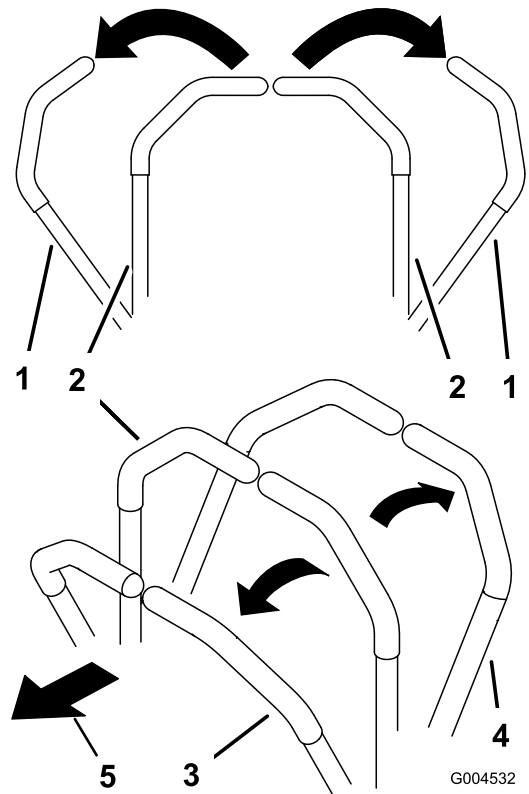

Figura 22
- Para ir hacia adelante en línea recta, empuje lentamente las palancas de control de movimiento hacia adelante (Figura 22).
- Para ir hacia atrás en línea recta, tire lentamente de las palancas de control de movimiento hacia atrás (Figura 22).
- Para girar, ralentice la máquina tirando hacia atrás de ambas palancas, y luego empuje hacia adelante la palanca del lado opuesto del sentido de giro (Figura 22).